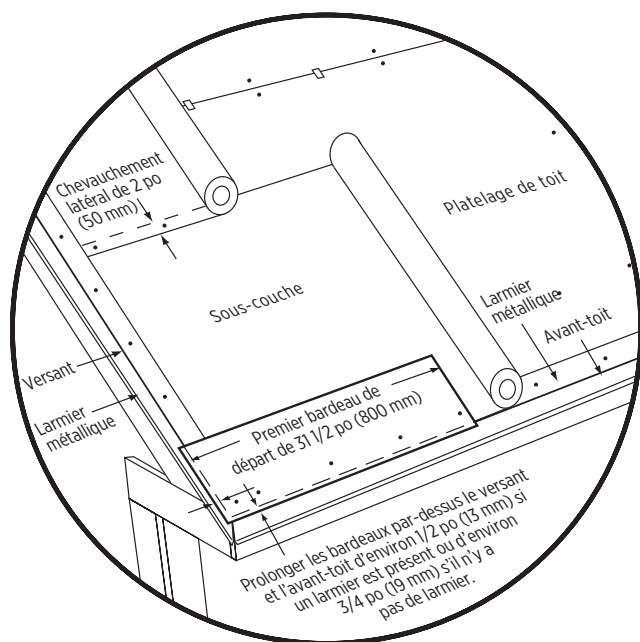

Figure 17-8 : Détails de la sous-couche, du premier bardeau de départ et du larmier pour une pente standard.
- ◆ Pour les deux styles de bardeaux, coupez 4-1/2 po de la longueur du côté gauche de la première bande de départ et appliquez-la au coin inférieur gauche du toit. Cette bande de départ de 31-1/2 po doit dépasser les rives et les avant-toits de 1/2 po lorsqu'un larmier est utilisé, ou de 3/4 po s'il n'y a pas de larmier. Continuez avec des bandes de départ de 36 po de long tout le long de l'avant-toit (Figure 17-8).